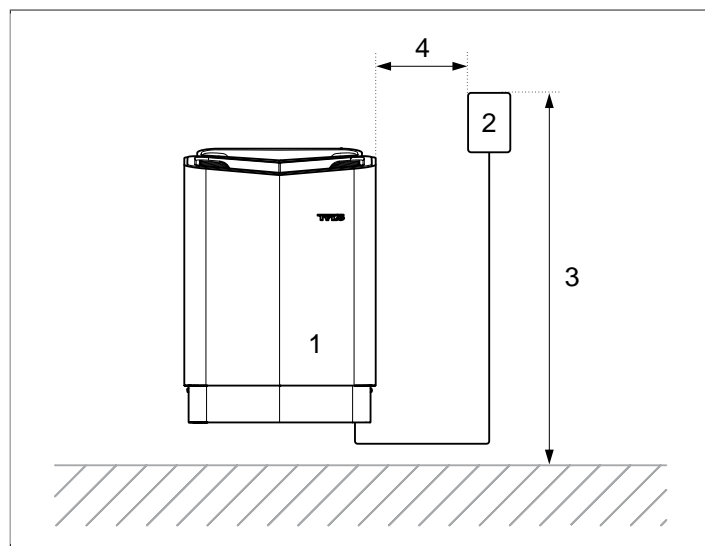

Rysunek 5: Umiejscowienie pieca do sauny – montaż we wnęce
- Zaplanować umiejscowienie czujnika (patrz **Rysunek 3**, Strona 2 oraz **Rysunek 5**, Strona 3).
- Na tej samej ścianie, co drzwi (wyłącznie w wyjątkowych przypadkach na ścianie bocznej, lecz w bardzo niewielkiej odległości od drzwi). Piec można również umieścić we wnęcie (patrz **Rysunek 5**, Strona 3).
1. Piec należy umieścić w bezpiecznej odległości od podłogi, ścian bocznych i elementów wyposażenia (patrz **Rysunek 5**, Strona 3).
2. Czujnik należy umieścić jak na rysunku (patrz **Rysunek 5**, Strona 3).